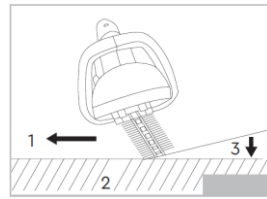

Рисунок 6
-- У порядку стандартної дії при роботі, нахиліть ріжучий механізм у напрямку проведення підрізування, рухайте ним спокійно та повільно при швидкості з розрахунку 3 - 4 секунди на метр (Рис. 6).